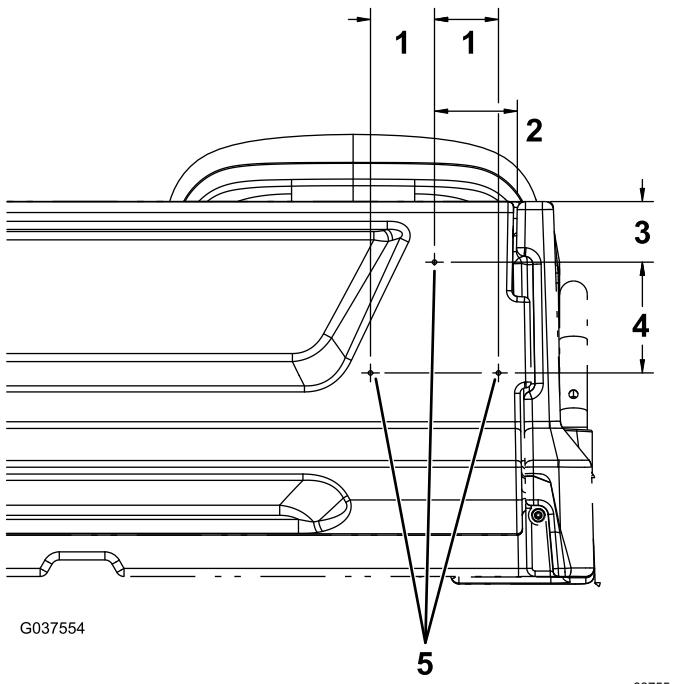

Bild 13
2. Messen Sie 128 mm nach unten von dem in Schritt 1 markierten Loch und 74 mm nach rechts und links und markieren Sie die beiden Positionen (**Bild 13**).
3. Bohren Sie in alle drei Markierungen ein Loch mit einem Durchmesser von 5 mm ($13/64''$) (**Bild 13**).
1. Messen Sie an der rechten Seite der Heckklappe 95 mm von der rechten Kante und 70 mm von oberhalb der Heckklappe und markieren Sie diese Position (**Bild 13**).